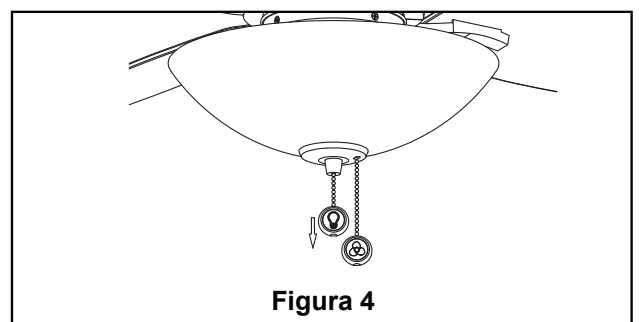

Figura 4
- Comprobar el funcionamiento de la luz hacia abajo tirando suavemente de la cadena del tirón luz. (Figura 4)